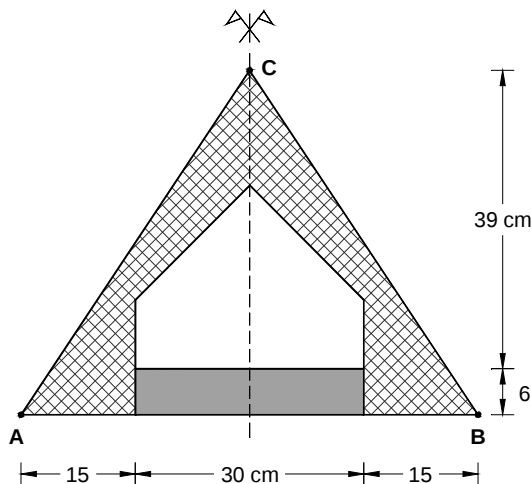

Figura 1
**1.1 -** Determine o núcleo central da secção transversal representada na *Figura 1*, constituída por um elemento pré-fabricado e uma secção rectangular 30x6 (cm2).
Represente o núcleo central na *Figura 1* deste enunciado, identificando as coordenadas dos vértices.